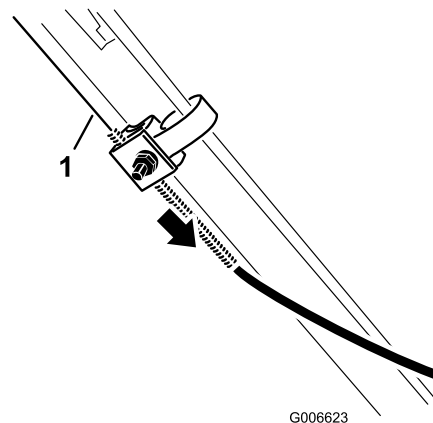

Figura 30
6. Tire hacia abajo de la camisa del cable (hacia el cortacésped) para eliminar toda la holgura del cable (Figura 30).